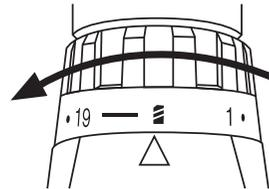

Abb. 10
2. Drehen Sie die Drehmomentvorwahl [3] solange, bis die Pfeilmarkierung auf das Bohrersymbol  gerichtet ist (Abb. 10).